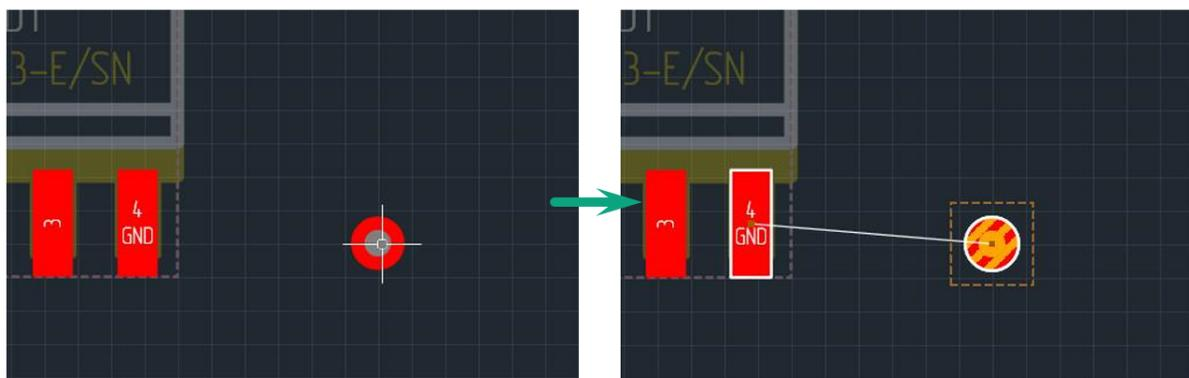

Рис. 199 Переходное отверстие размещено
3. Переведите курсор в нужную точку рабочей области редактора и нажмите левую кнопку мыши. Переходное отверстие будет размещено в указанной точке, см. Рис. 199.